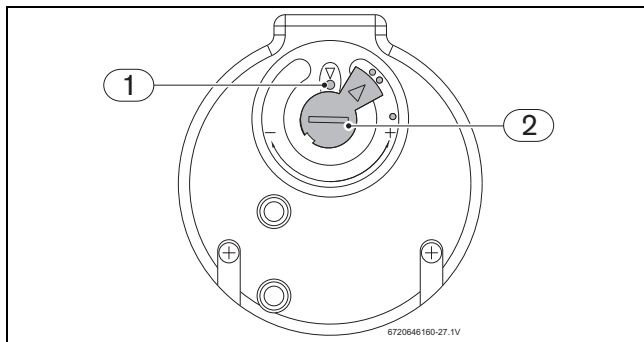

Fig. 49 Regulador de temperatura
- ▶ Presionar el botón de desbloqueo hasta el tope (→ fig. 49, [1]).